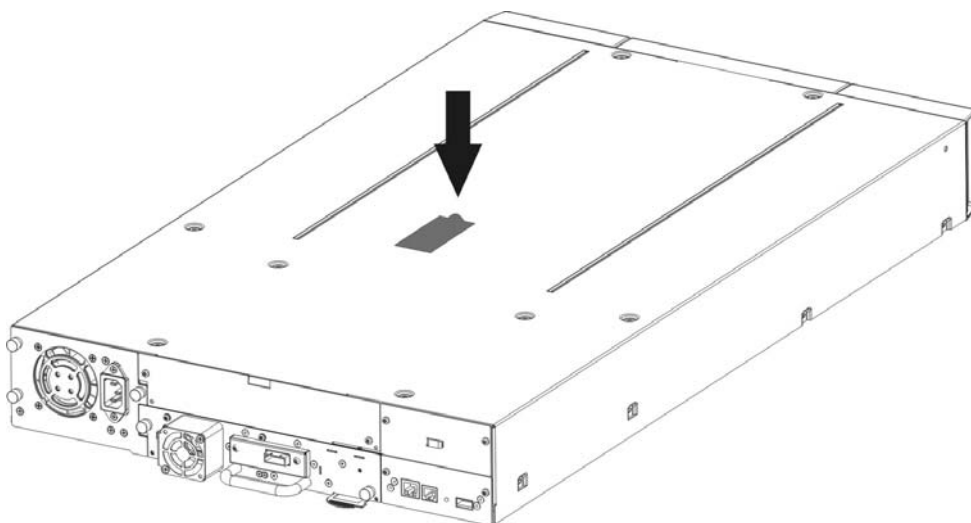
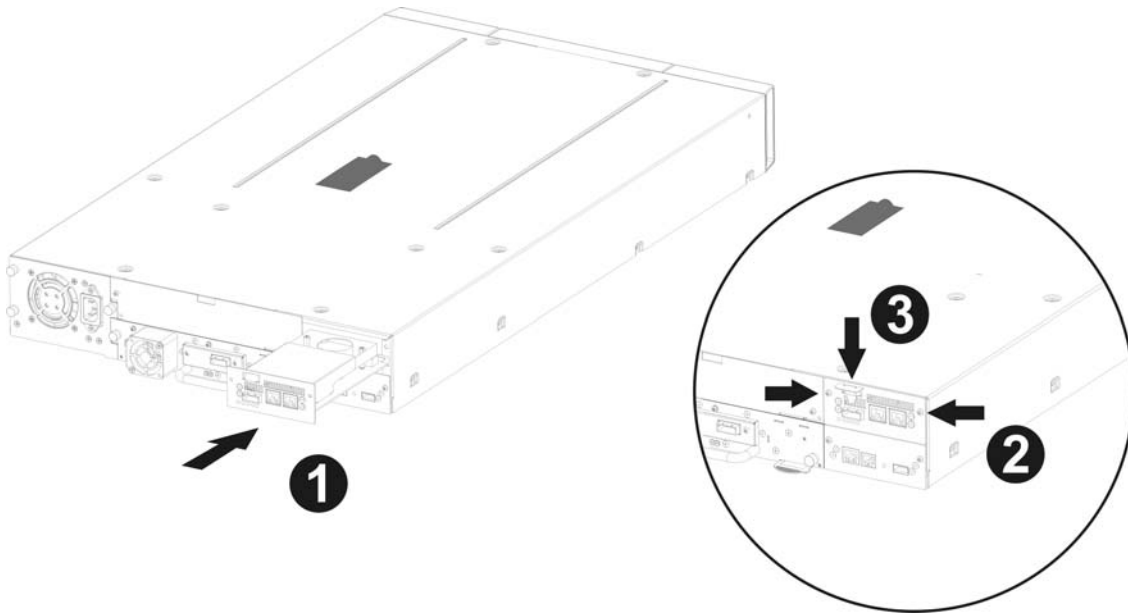

图 4 存放库标签
图 6 安装桥接器和存放装运锁
- 将蓝色标签存放在库顶部（参见图 4）并存放装运锁（参见图 6）。
- 用两颗翼形螺钉将桥接器固定到位 (参见图 6 的步骤 1、2)。
- 将装运锁固定到 iSCSI 板上 ( 参见图 6 的步骤 3 ) 。